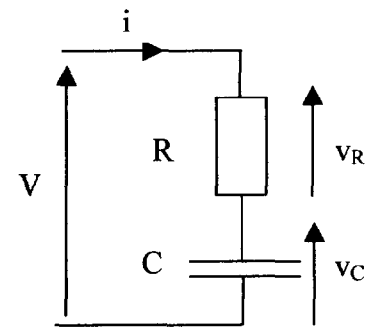
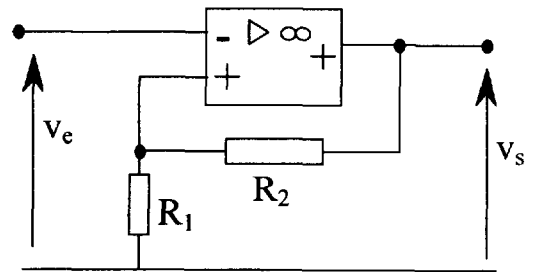
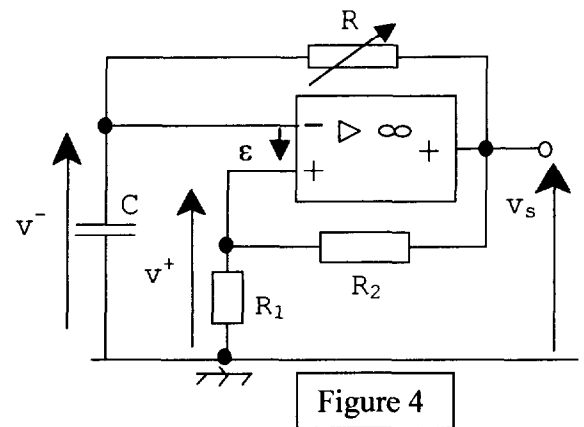

figure 2
Figure 3
Figure 4
Soit le circuit représenté figure 2 ci-contre ;
On considère le montage figure 3 ci-contre dans lequel la tension $v_e(t)$ est aussi la tension $v_c(t)$ aux bornes du condensateur du montage de la figure 2 :
2.2.1) En examinant le montage figure 3, préciser le régime de fonctionnement de l'amplificateur de différence intégré en justifiant votre réponse brièvement.
Le montage figure 4 est obtenu en associant les deux montages précédents figure 2 et figure 3.
2.3.3) La résistance R de la figure 4 est celle du capteur de température étudié dans la partie 1 (sa caractéristique est donnée en annexe).